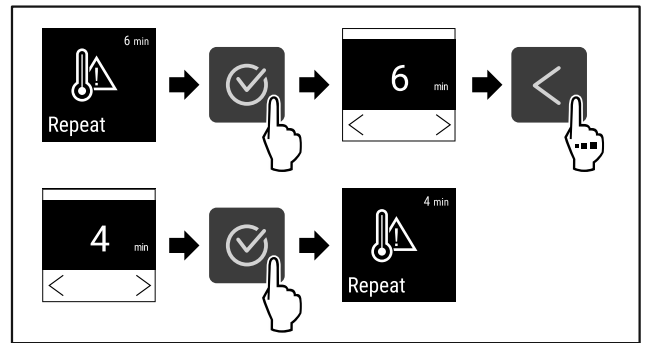

Fig. 101
- ▶ Wykonać czynności (patrz Fig. 101) .